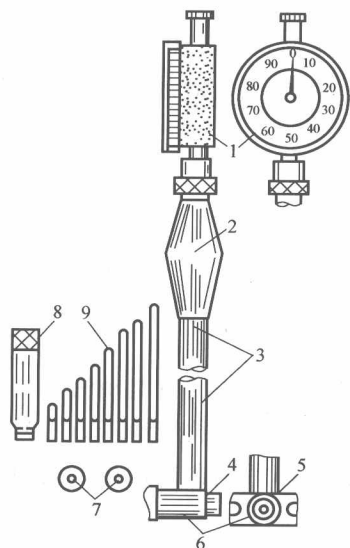
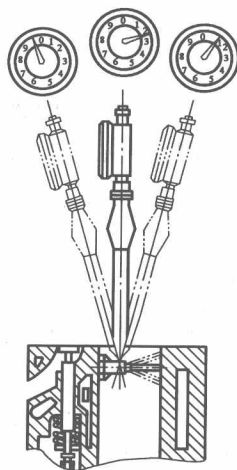

图 1-16 量缸表
图 1-17 量缸表的使用方法
1) 如图 1-16 所示, 一只手拿住绝热套, 另一只手尽量托住表杆下部, 轻轻摆动表杆, 如图 1-17 所示, 使内径百分表测杆与气缸轴线垂直(可通过观察百分表指针摆动情况来判断, 当表针指示到最小数值时, 即表示测杆已垂直于气缸轴线)。